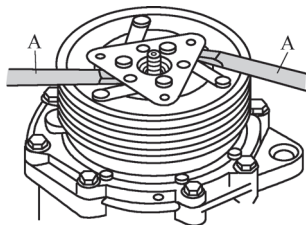

图 5-42 起出离合器盘
- ⑤ 用两个旋具 A 起出离合器盘；取调整垫片；用卡簧钳拆下卡簧（图 5-42）。